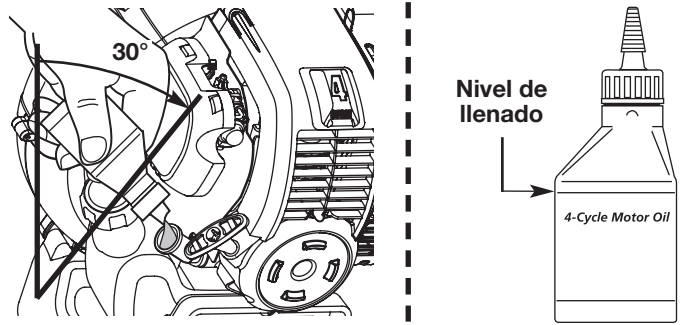

Fig. 22
4. Incline la unidad 30° (Fig. 22).
- NOTA:** Use la botella y la boquilla que guardó del uso inicial para medir la cantidad correcta. El nivel de 90 ml (3,04 onzas) está aproximadamente en la parte superior de la etiqueta de la botella (Fig. 22). Mida el nivel con la varilla de medición. Si el nivel está bajo, agregue una pequeña cantidad de aceite y vuelva a medir (Fig. 22). No lo llene demasiado.